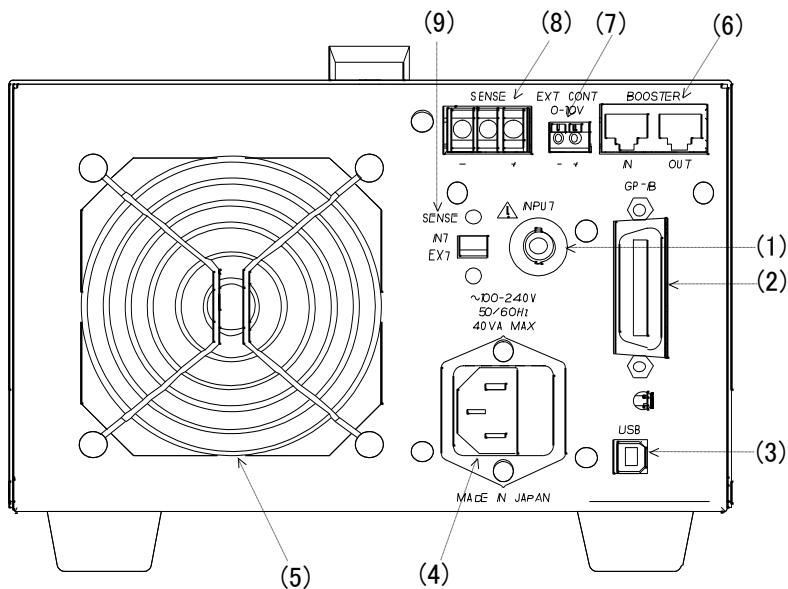

図 3-2-1 リアパネル
- EXT 図 3-2-1 リアパネルの(8) に接続された電圧信号を選択します